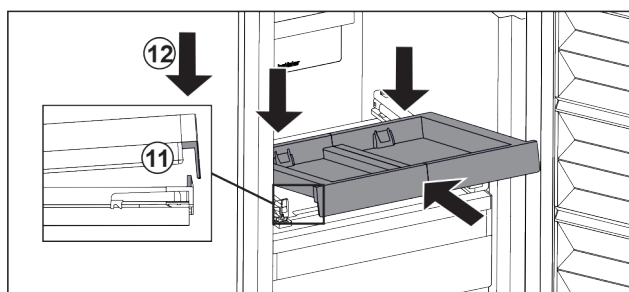

Fig. 22
- ▶ Wsunąć pod skosem. Zwrócić uwagę, aby ogranicznik znajdował się po obu stronach za nakładką. Fig. 22 (11)
- ▶ Osadzić wysuwana półkę z przodu. Fig. 22 (12)